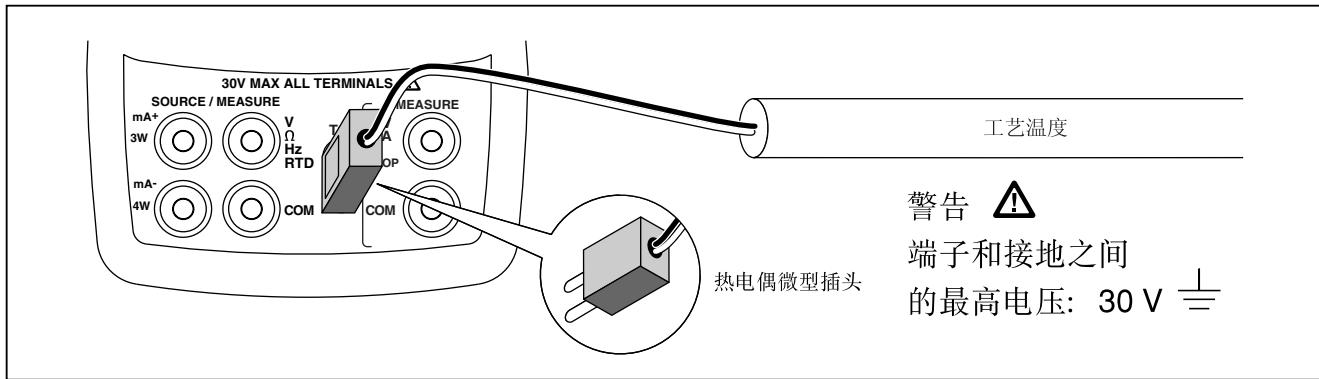

图 10. 测量热电偶的温度
1. 把热电偶的导线接到适当的热电偶（TC）小插头，然后插入校准仪的TC输入/输出插孔，如图 10 所示。小插头的一个脚比另一个宽。切勿强制把小插头插入。